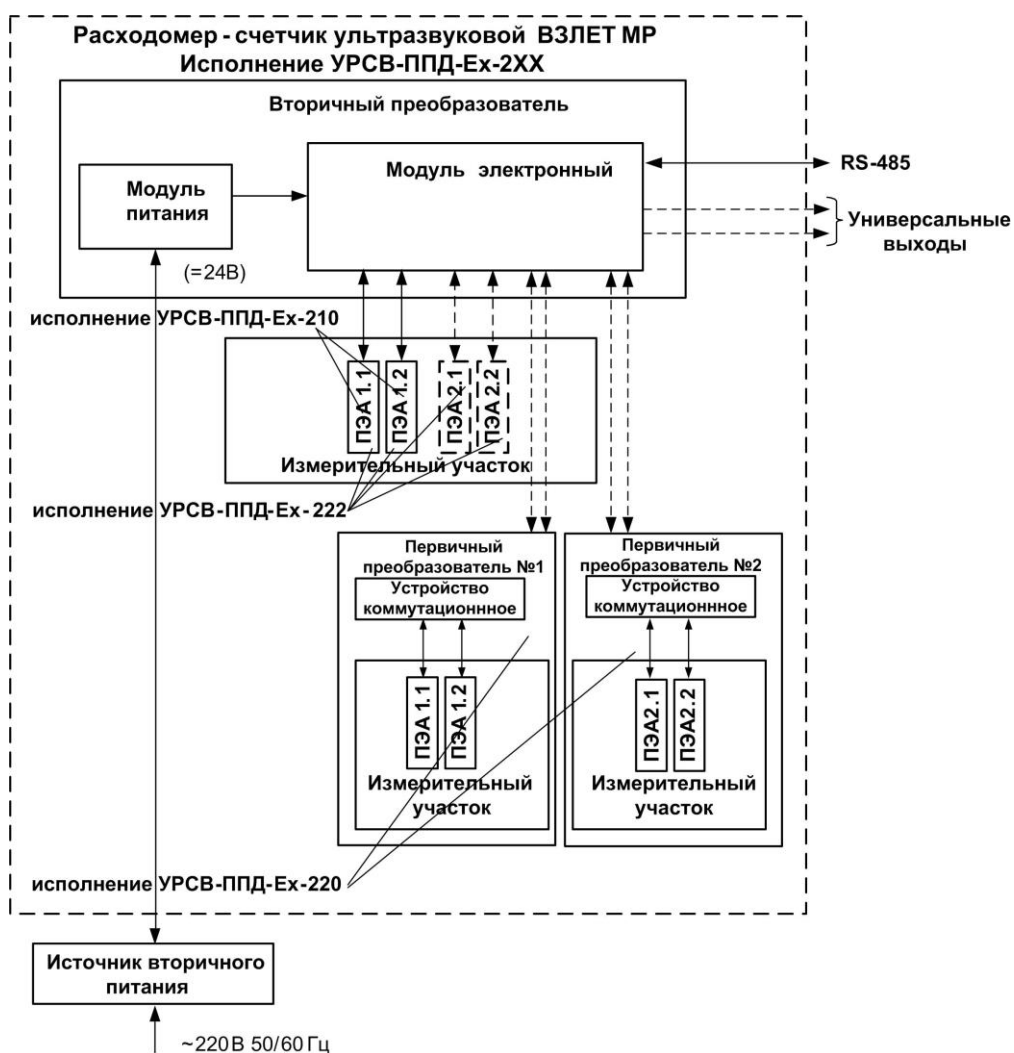

Рис.3 - Структурная схема расходомера
1.5.2.1 Структурная схема расходомера приведена на рис.3.